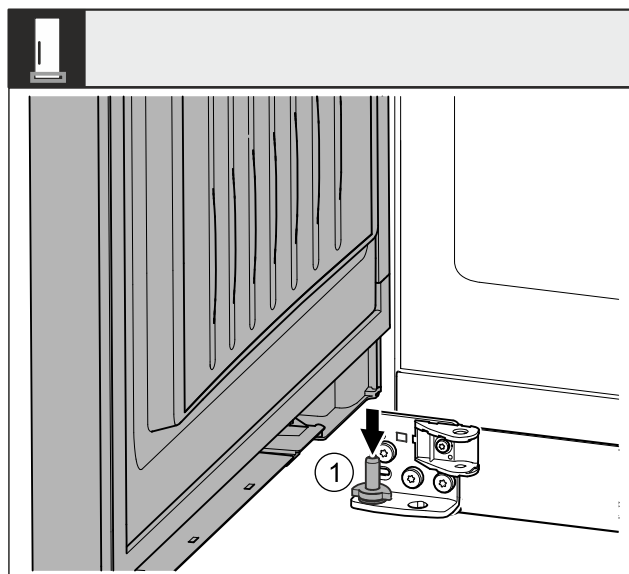

Fig. 42 *
- ▶ Helyezze fel az ajtót felülről az alsó csapszegre Fig. 42 (1).*